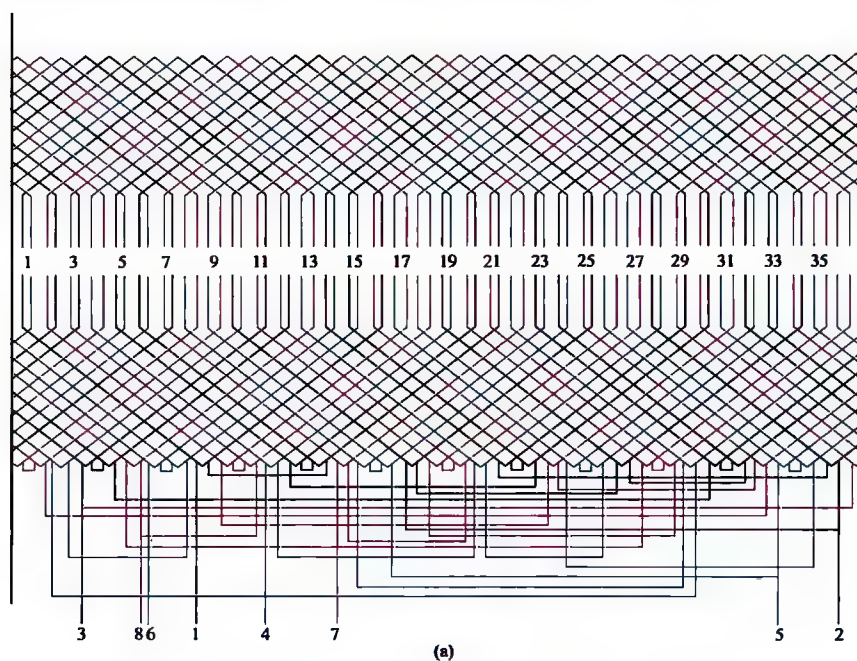

图 2-15 36 槽 8/2 极、Y/2△接法绕组 (一)
15. 36 槽 8/2 极、Y/2△接法绕组展开图、接线圆图与接线简图 (1) (见图 2-15)